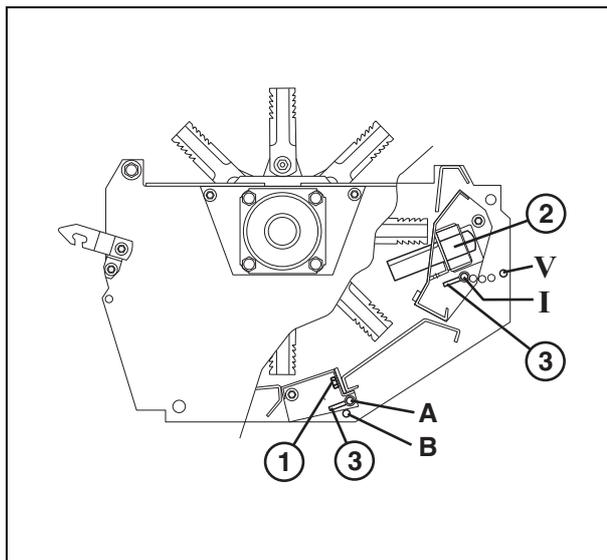
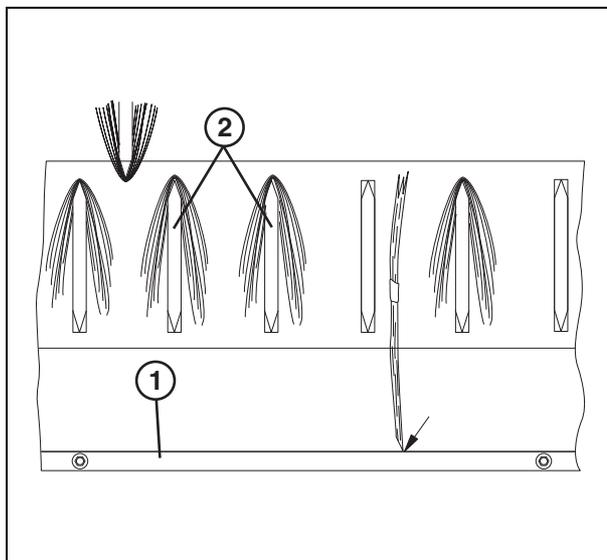

Рисунок 22
Рисунок 23
(Рис. 22) и (Рис. 23)
Пшеница, рожь, ячмень и овес: Поперечная штанга (1) должна быть в положении А, а фиксированный нож (2) в положении I, II или III, в зависимости от требуемой длины измельчения и содержания влаги в культуре. В положении I прикладывается большее усилие, и влажная культура может застрять в фиксированных ножах, в результате чего возрастает расход энергии. Если солома начинает застревать в фиксированных ножах, ножи следует повернуть вниз на одну или две позиции. Если фиксированные ножи (2) повернуты вниз, скошенная масса проскальзывает по ножам и легко измельчается, (Рис. 23). Вместо поворота фиксированных ножей на одну позицию вверх рекомендуется использовать поперечную штангу. Применение поперечной штанги требует меньшего расхода энергии и улучшает качество измельчения в большей степени, чем поворот фиксированных ножей на одно положение вверх из положения II в положение I. Улучшение качества измельчения потребует большего расхода энергии и улучшает качество измельчения в большей степени, чем поворот фиксированных ножей на одно положение вверх из положения II в положение I. Очень важно правильно отрегулировать соломорезку с учетом, как эффективности измельчения, так и производительности комбайна.